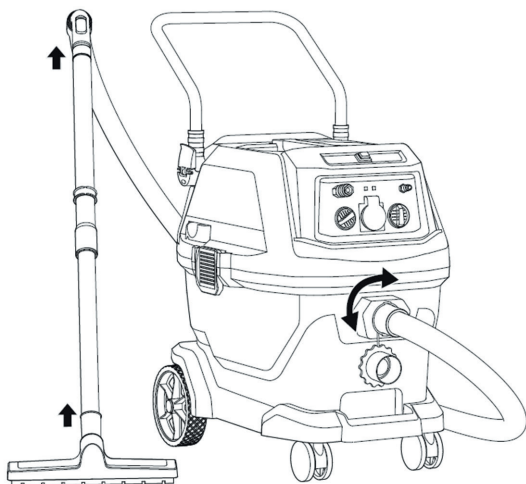

Рис. 4
- Нижний конец собранной трубки вставьте в необходимую сменную насадку (рис. 4).